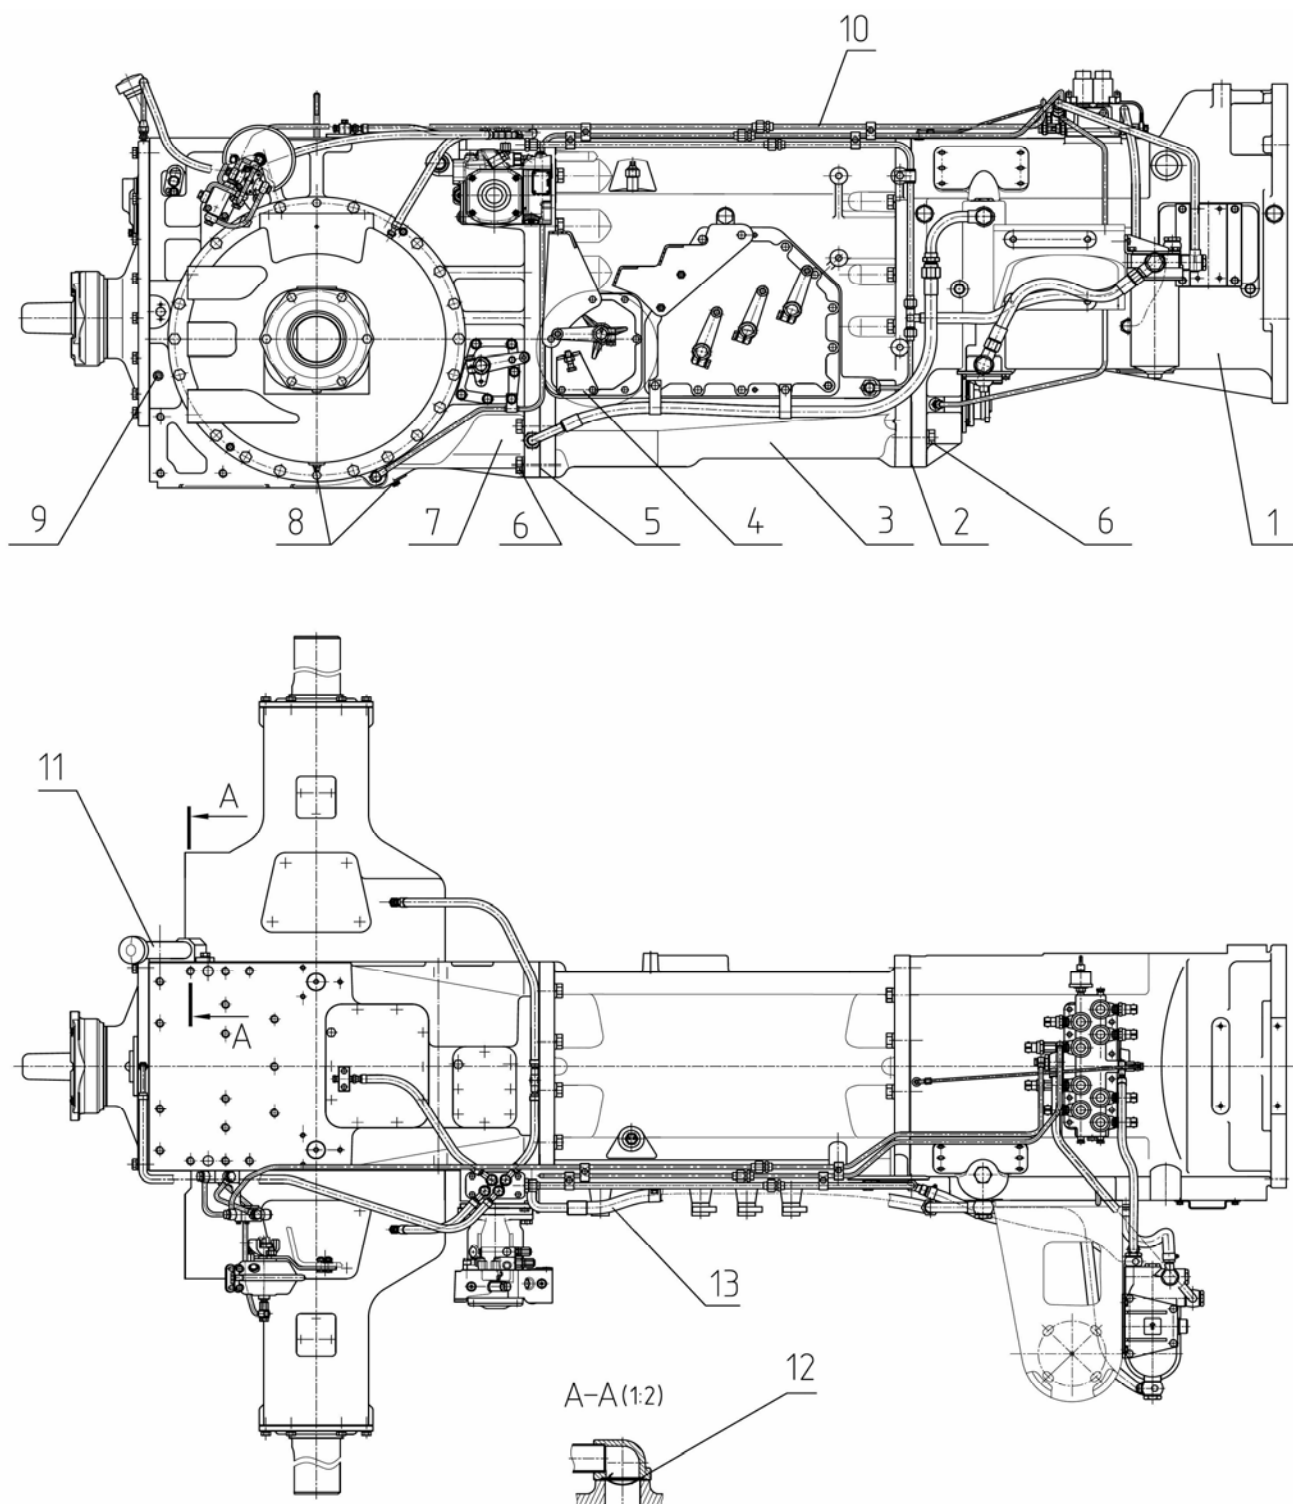

Рис.4.1 Трансмиссия.
Трансмиссия состоит: из корпуса сцепления (1), (рисунок 4.1), коробки перемены передач (3), заднего моста (7) и гидросистемы управления и смазки трансмиссии (10). Стыки корпусов уплотнены прокладками (2) и (5), установленными на герметик.
1) слейте масло из трансмиссии, отвернув две сливные пробки (8), (рисунок 4.1);
3) отсоедините и демонтируйте трубопроводы системы управления и смазки (10), (13), (рисунок 4.1), трансмиссии, проходящие через стыки корпусов;
Для рассоединения стыков «корпус сцепления-коробка передач» и «коробка передач-задний мост» отверните болты (6), (рисунок 4.1), крепления соответствующего стыка и разведите узлы.
- 1) слейте масло из трансмиссии трактора, отвернув две сливные пробки (8), (рисунок 4.1);
- 5) отсоедините и демонтируйте трубопроводы гидросистемы трансмиссии (10), (13), (рисунок 4.1) раздела 4 (Трансмиссия);
13) слейте масло из трансмиссии, отвернув две сливные пробки (8), (рисунок 4.1) раздела 4 (Трансмиссия);